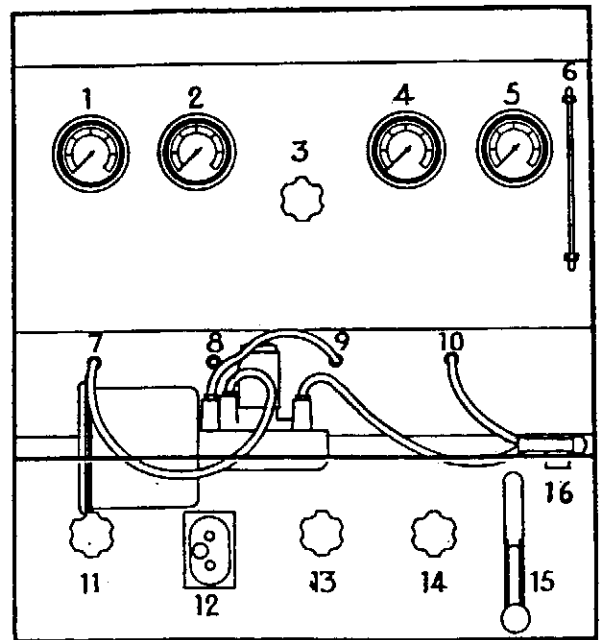

Abb. 42 Prüfanschluß
Für eine vollständige Prüfung ist ein Werkprüfstand, mit einem Steuerzylinder lt. Abb. 42 und 43 ergänzt, erforderlich. Es ist die Aufgabe des Steuerzylinders, während des Prüfens des Servozylinders einen Hub zu ermöglichen, der dem eines im Wagen montierten Zylinders entspricht.
1. Vakuumleitung (7 Abb. 42) am hydraulischen Einlaß des Servobremsszylinders anschließen. Der Zylinder soll dabei von Bremsflüssigkeit entleert sein. Die hydraulischen Anschlüsse haben Gewinde  $3/8" \times 24$  NF. Den hydraulischen Auslaß verschließen. Vakuumpumpe anlassen und Vakuumventil (11) öffnen. Wenn ein Druck von  $0,75 \text{ kg/cm}^2$  erreicht worden ist (Meßuhr 1), ist das Ventil (11) zu schließen. Nach 5 Sek. soll der Servobremsszylinder mindestens  $0,7 \text{ kg/cm}^2$  Vakuum enthalten. Danach Vakuumleitung lösen und den hydraulischen Auslaß öffnen.